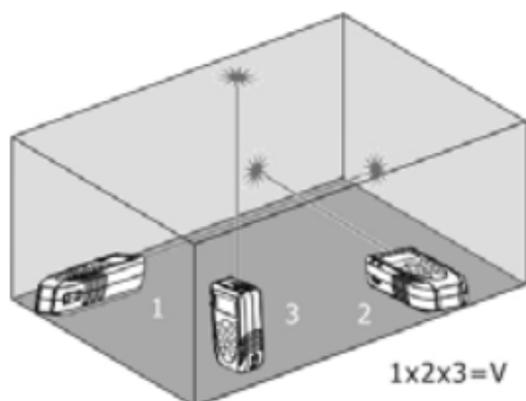

Fig. 8: Esempio di misura di Volume
3. Premere il tasto  o il tasto laterale **MEAS** per eseguire la prima misura (lunghezza) della superficie (vedere Fig. 8). Il valore corrispondente è inserito nel primo display parziale. Il simbolo  è mostrato con lato "1" lampeggiante
4. Premere nuovamente il tasto  o il tasto laterale **MEAS** per eseguire la seconda misura (larghezza) della superficie (vedere Fig. 8). Il valore corrispondente è inserito nel secondo display parziale. Il valore dell'area corrispondente è mostrato nel display risultante. Il simbolo  è mostrato con lato "2" lampeggiante
5. Premere ancora il tasto  o il tasto laterale **MEAS** per eseguire la terza misura (altezza) (vedere Fig. 8). Il valore totale del volume è mostrato nel display risultante display principale